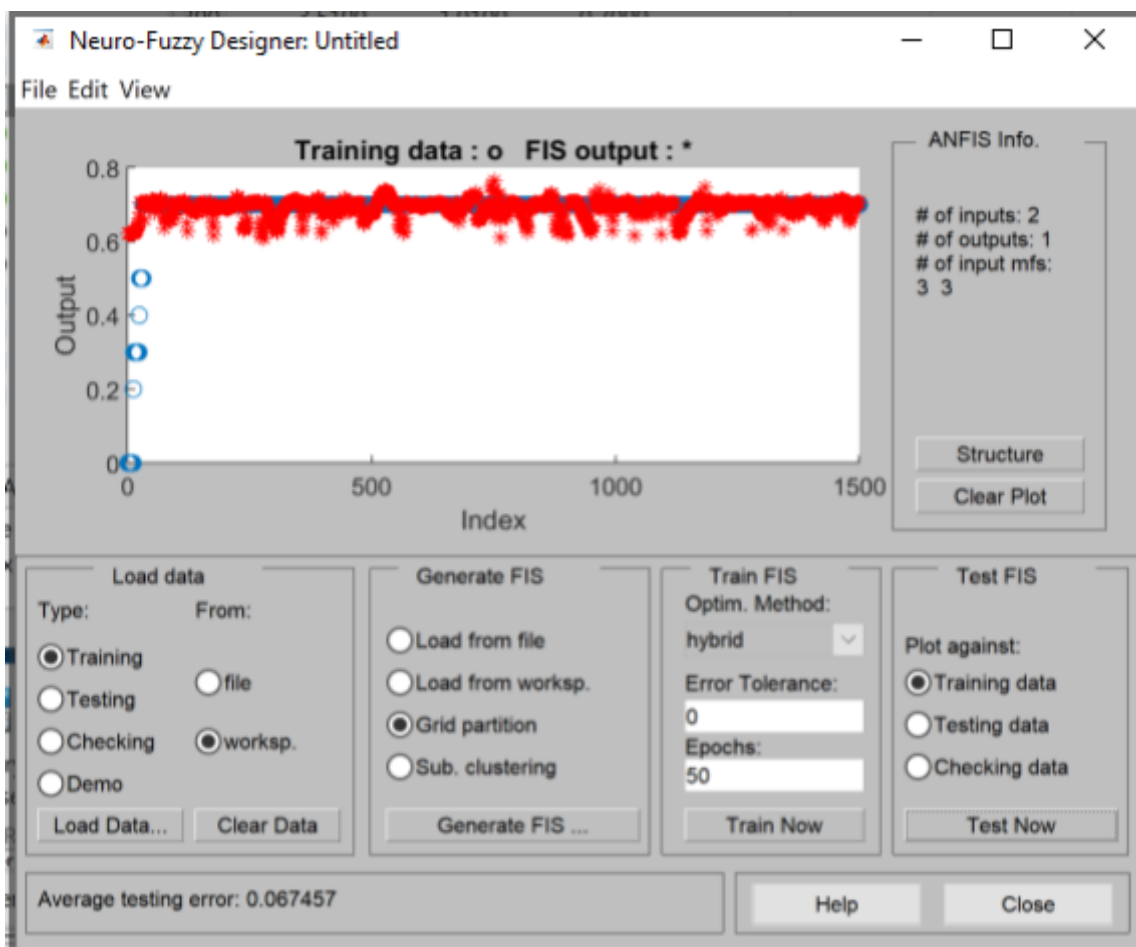

Figura 39. Resultado final del entrenamiento lineal.
5. Comprobar el controlador generado. El resultado final del entrenamiento es el de la Figura 39.